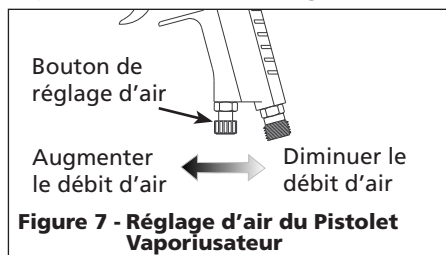

Figure 7 - Réglage d'air du Pistolet Vaporisateur
1. Régler la pression d'air selon les recommandations fournies avec le matériel à pulvériser. La pression d'air tombe d'habitude entre 276 kPa - 414 kPa. Régler la pression d'air avec la gâchette tirée et le bouton de réglage d'air (si applicable) complètement ouvert. Si vous désirez une pression d'air diminuée pour quelques endroits de l'objet à pulvériser, utiliser le bouton de réglage d'air pour diminuer la pression au besoin (Voir Figure 7).
1. Régler la pression d'air au pistolet selon les recommandations fournies avec les matériaux de pulvérisation. Cette pression varie entre 276 kPa - 414 kPa. Régler la pression d'air avec la gâchette tirée et le bouton de réglage d'air (si applicable) complètement ouvert. Si vous désirez une pression d'air diminuée pour certains endroits de l'objet de travail, utiliser le bouton de réglage d'air pour diminuer la pression au besoin (Voir Figures 7).